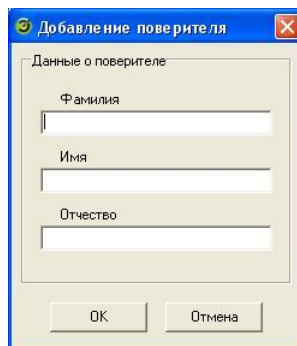

Рисунок 3.2.1 – Диалог добавления поверителя
- «*Добавить поверителя*». Кнопка предназначена для создания нового поверителя в базе данных. При её нажатии выводится диалог добавления поверителя (рисунок 3.2.1).